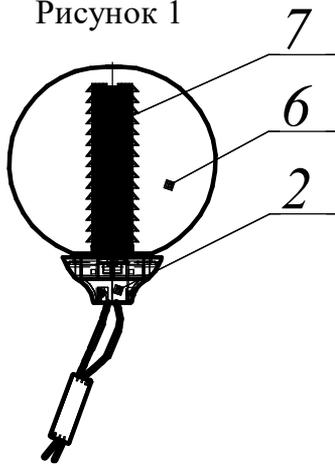

Рисунок 3
6. Рассеиватель Shar прозрачный поз.6 см. рисунок 3.